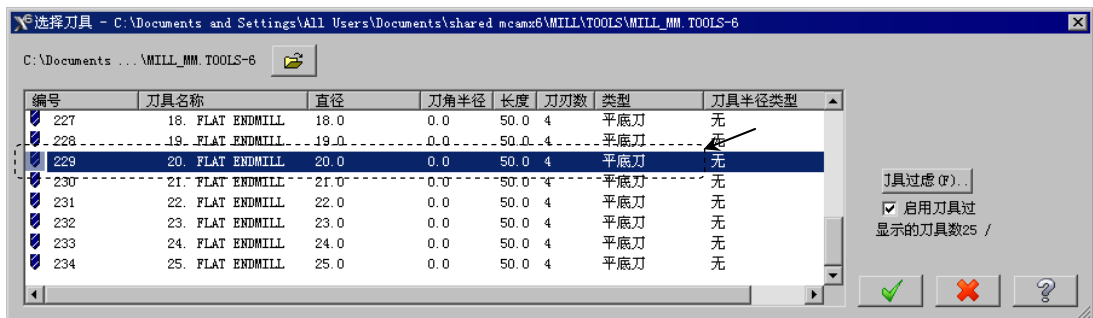

图 4.8 “选择刀具”对话框
Step5. 选择刀具。在“2D 刀具路径 - 平面铣削”对话框中, 单击 **从刀具库中选择...** 按钮, 系统弹出图 4.8 所示的“选择刀具”对话框, 在该对话框中的列表框中选取图 4.8 所示的刀具。单击 **✓** 按钮, 关闭“选择刀具”对话框, 系统返回至“2D 刀具路径 - 平面铣削”对话框。